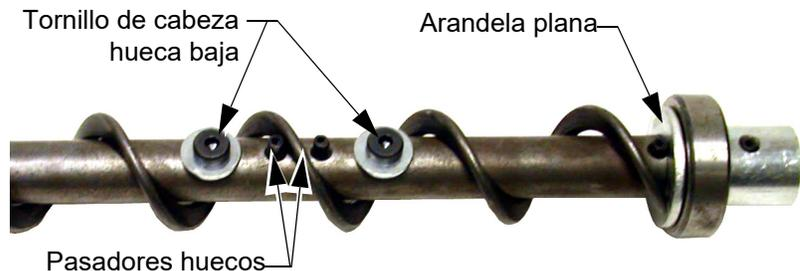

Figura 54. Conexión del sinfín y el cojinete de anclaje
Si hay que desarmar el sistema, tener mucho cuidado para impedir ser lesionado por el salto del sinfín. Ver la **Figura 54**.
1. Insertar el conjunto de anclaje en el sinfín y empujar la punta del sinfín entre los dos pasadores huecos en el centro del anclaje. Continuar empujando el sinfín hasta que la punta del sinfín toque la arandela plana. Apretar los tornillos de fijación en el centro del anclaje hasta que se detengan (Ver la **Figura 54**.)